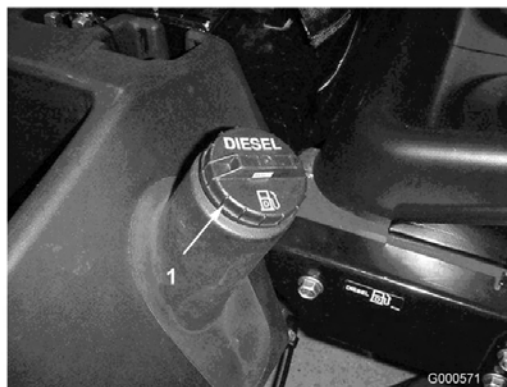

Figura 16
1. Retire a tampa do depósito de combustível (Figura 16).